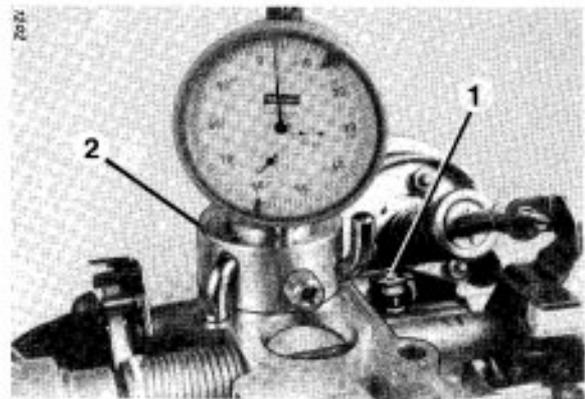

Bild 38
1.2 II. Stufe (Bild 38, 39)
- Drosselklappenanschlagschraube (1) herausdrehen, bis diese nicht mehr anliegt.
- Mit Meßvorrichtung (2) und Drosselklappenanschlagschraube (1) Maß „a“ einstellen.